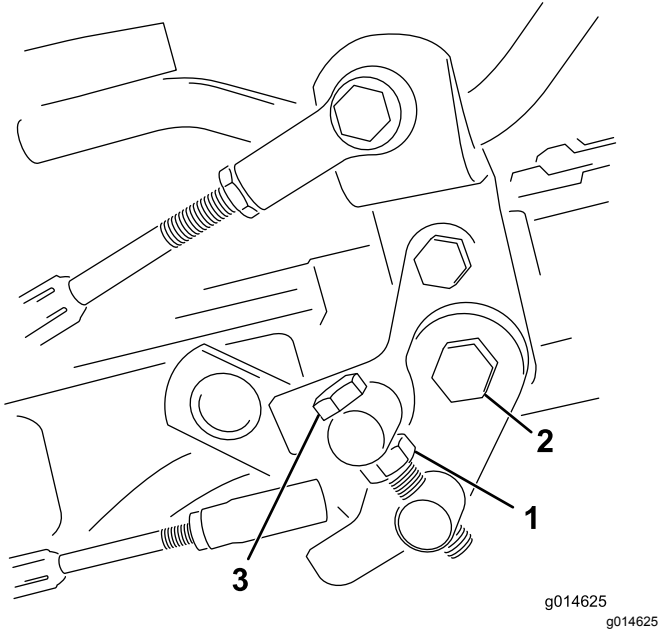

Bild 53
1. Lösen Sie die Klemmmutter an der Drehzapfenkopfschraube (Bild 53).
4. Ziehen Sie die Klemmmutter an der Drehzapfenkopfschraube und die Mutter am Pedalgelenk fest, um die Einstellung zu arretieren (Bild 53). Prüfen Sie die Einstellung und nehmen Sie ggf. eine weitere Einstellung vor.